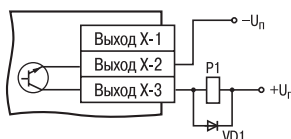

Рис. 16
**Транзисторный ключ** применяется, как правило, для управления низковольтным реле (до 60 В). Схема включения приведена на рис. 16. Во избежание выхода из строя транзистора из-за большого тока самоиндукции параллельно обмотке реле P1 необходимо устанавливать диод VD1, рассчитанный на напряжение 100 В и ток 1 А.